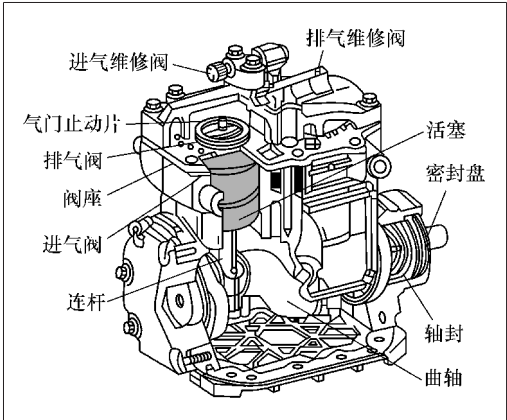

图 8-11 曲轴连杆式压缩机结构
1) 结构。曲轴连杆式压缩机主要由曲柄连杆机构，进、排气阀，润滑机构和曲轴密封机构等组成，如图 8-11 所示。